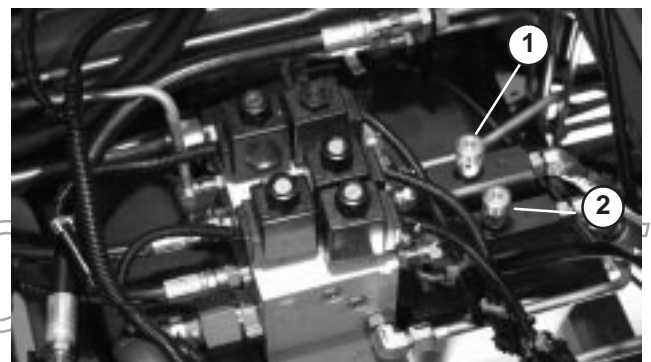

Bild 8
2. Ermitteln Sie die Ventile, die sich unter dem Sitz befinden, um die vorderen Mähwerke einzustellen (Bild 8).